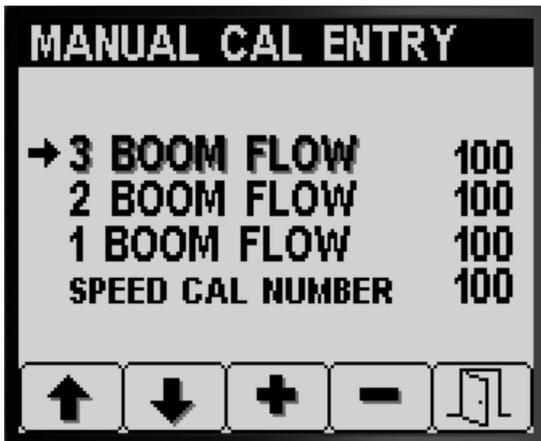

Figure 73
1. Appuyez sur le bouton 1 ou 2 du sous-menu ÉTALONNAGE pour naviguer jusqu'à l'option ENTRÉE ÉTAL. MANUELLE (Figure 73).
2. Appuyez sur le bouton 4 pour sélectionner l'option d'étalonnage Vitesse (Figure 73).